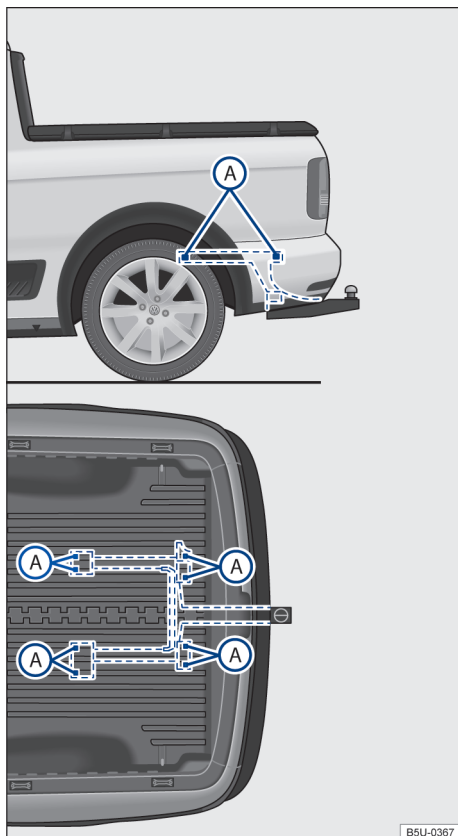

Fig. 158 Puntos de fijación para el montaje posterior de un enganche para remolque.
La figura → **fig. 158** muestra, a modo de ejemplo, el punto de fijación para montar un dispositivo de remolque del modelo Nueva Saveiro.
El montaje posterior de un dispositivo de remolque deberá ser efectuado de acuerdo con las instrucciones del respectivo fabricante del enganche, siempre respetando los puntos de fijación indicados en la → **fig. 158** (A).